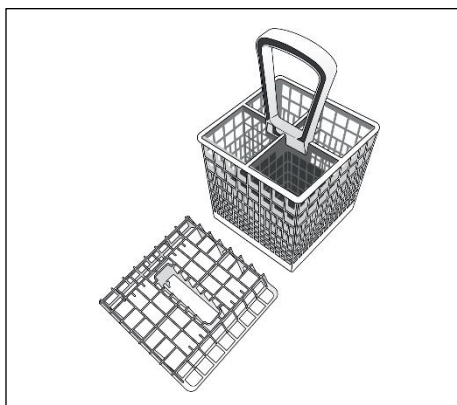

Fig. 5.
### • AQUAPROTECT - TUBE D'ALIMENTATION AVEC PROTECTION (fig. 5):
- Les couverts doivent être placés manche vers le bas dans le panier à couverts, que l'on placera à son tour dans le panier inférieur (fig.5) en s'assurant qu'il n'entrave pas la rotation des bras de lavage.
Le couvercle du panier à couverts peut être retiré pour permettre différentes possibilités de chargement (fig.5).